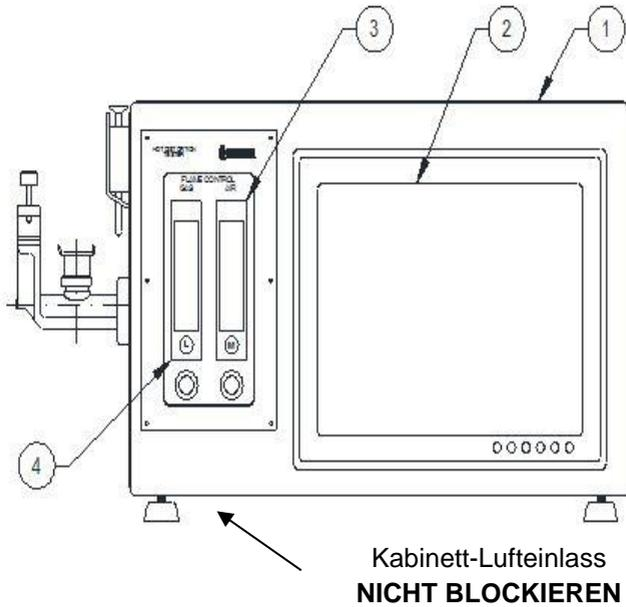

Abbildung 1: Vorderansicht des Testers
1. Zum Exportieren von Daten, den Prüfapparat ausschalten, USB-Stick an dem dafür vorgesehene(n) Port (Anschlusspanel rechts am Prüfapparat) aufstecken (siehe Abb. 1). Das Abschalten des Apparats ist deshalb erforderlich, da sonst der USB-Stick nicht erkannt wird. Gerät unter Beachtung der Hinweise auf dem Bildschirm einschalten.